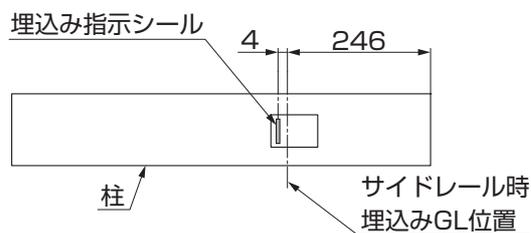

図2-5
- サイドレール仕様は、柱の埋込み基準線より柱が4mm高くなる位置で施工してください。(図2-5参照)